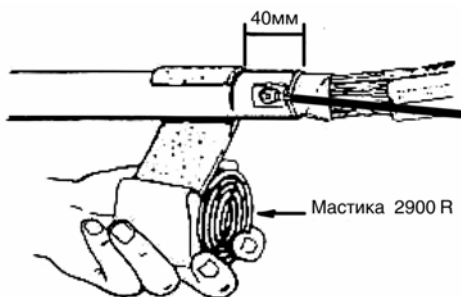

Рис. 9.20. Обмотка кабеля мастикой при монтаже прямых муфт.
9.2.9. При монтаже прямых муфт на расстоянии 40 мм от обреза оболочки кабеля наложить два витка мастики 2900 R на оболочку (рис. 9.20.).